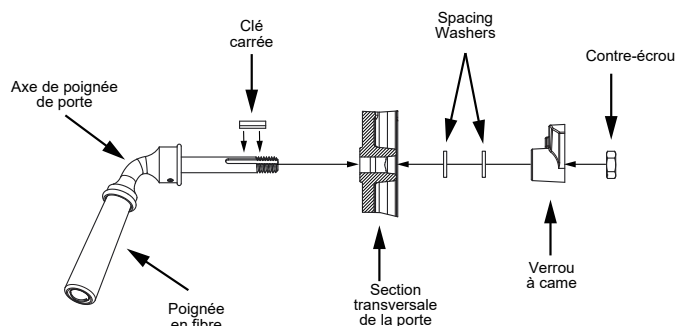

Figure 23.4
3. Placez une deuxième ou plusieurs rondelles comme il est indiqué à la **Figure 23.4**.
7. Installez la poignée en la tournant en sens antihoraire jusqu'à la position souhaitée sur la tige de la poignée de porte (**Figure 23.4**).